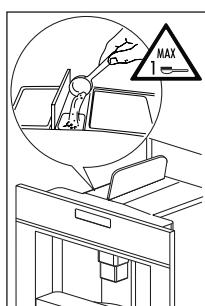

Рис. 26
- Поднимите центральную крышку, положите одну меру молотого кофе в воронку, верните прибор на место и выполните действия, описанные в разделе «Приготовление кофе из зерен» (Рис. 26).